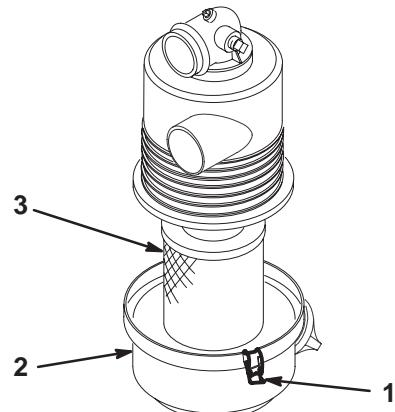

Figure 28
3. Desserrez les fixations qui maintiennent le couvercle sur le corps du filtre à air. Otez le couvercle du corps et nettoyez l'intérieur du couvercle (Fig. 28).
4. Sortez l'élément filtrant du corps du filtre avec précaution pour ne pas déloger trop de poussière (Fig. 28). Evitez de cogner l'élément contre les parois du filtre.